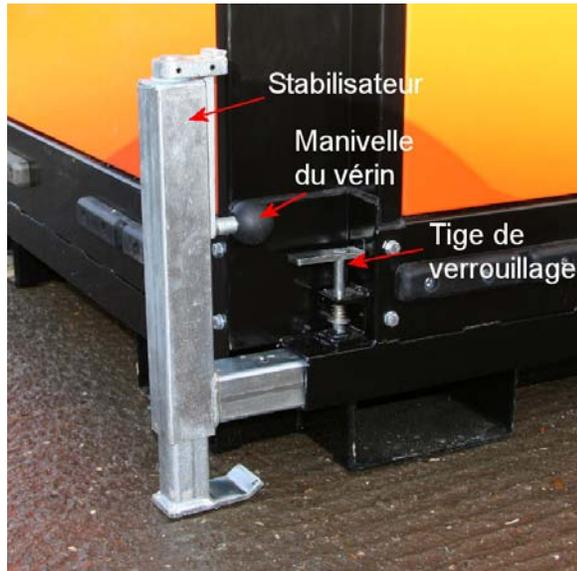
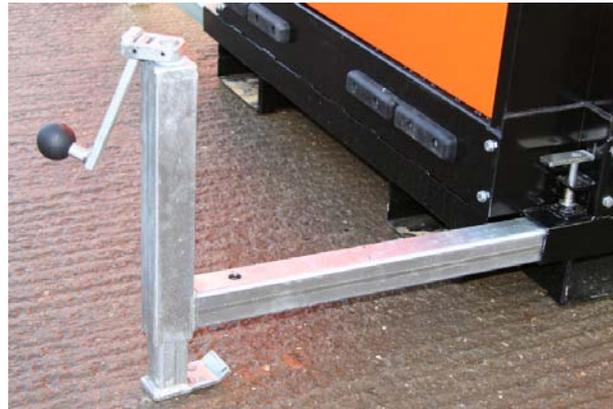

Fig. 1-1 Eléments du stabilisateur
Fig. 1-2 Stabilisateur étiré
1. Tirer la tige de verrouillage du stabilisateur (fig. 1-1) et étendre le stabilisateur jusqu'à son extension maximale, la tige de verrouillage devant venir s'insérer dans le second trou (fig. 1-2).